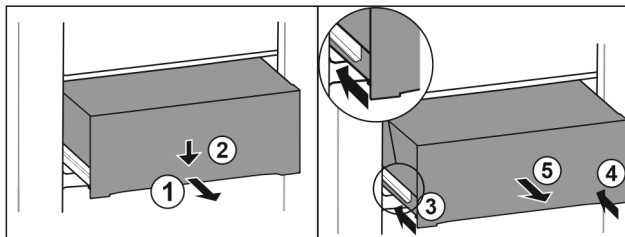

Fig. 193
- ▶ Estrarre il cassetto a metà. Fig. 193 (1)
- ▶ Premere il cassetto sul lato anteriore verso il basso. Fig. 193 (2)
- ▶ Spingere la guida sinistra di circa 2 cm verso l'interno. Fig. 193 (3)
- ▶ Spingere la guida destra di circa 2 cm verso l'interno. Fig. 193 (4)
- ▶ Rimuovere il cassetto tirandolo in avanti. Fig. 193 (5)